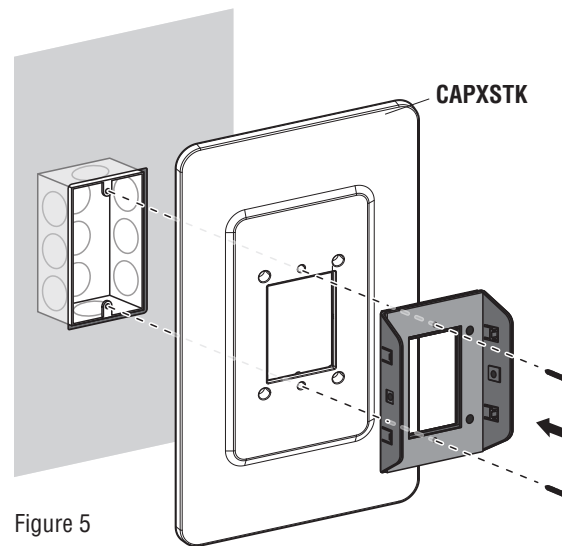

Figure 5
2. Fasten to the gang box or wall through the Mounting Bracket and Trim Panel using the hardware specified in the CAPXS Installation Manual. (See Figure 5)
2. Fixez à la boîte de commande ou au mur en passant par le support de montage et le panneau d'habillage à l'aide du matériel spécifié dans le manuel d'installation du CAPXS. (Voir figure 5)